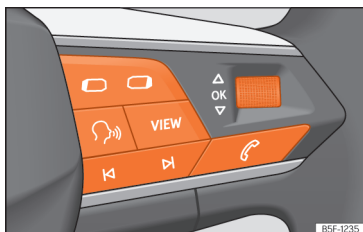

Fig. 13 Lado direito do volante multifunções: botões para utilizar os menus e as indicações informativas do painel de instrumentos (segundo versões).
Enquanto existir uma advertência com prioridade 1 >>> Página 24, não será possível aceder a nenhum menu. Algumas advertências podem ser confirmadas e ocultadas com o botão **OK** do volante multifunções >>> Fig. 13.
- Se aparecer uma mensagem ou o pictograma de um veículo, pressione o botão **OK** >>> Fig. 13; se for necessário, várias vezes.